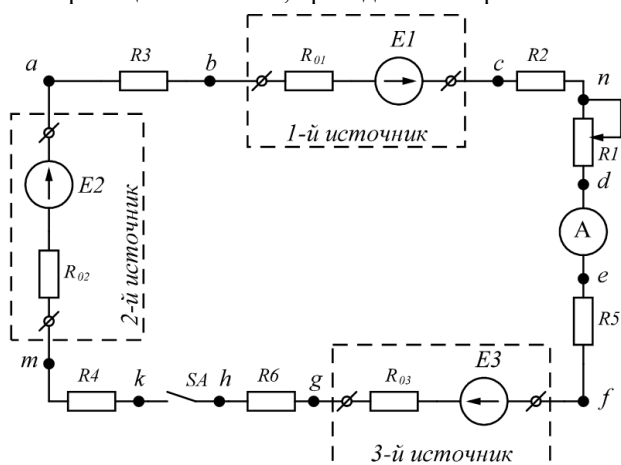

Рис.1.3. Электрическая принципиальная схема исследуемой неразветвленной цепи
2.3.1. Собрать цепь по схеме, приведенной на рис. 1.3.
2.3.2. С помощью вольтметра измерить потенциалы всех точек, обозначенных на рис. 1.3 относительно точки, указанной преподавателем. Измерения выполнить при замкнутом и при разомкнутом ключе. Результаты записать в табл. 1.3.